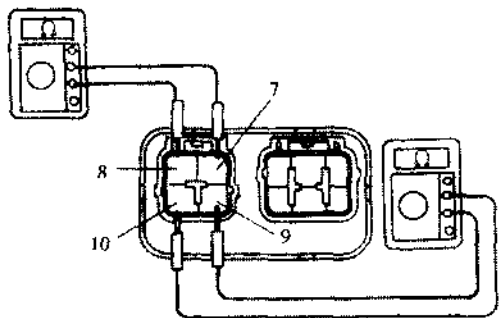

图 7.59 检测电动机继电器电路的导通情况
① 检测电动机继电器电路的导通情况。如图 7.59 所示, 如不符合以下两点要求, 应更换控制继电器。